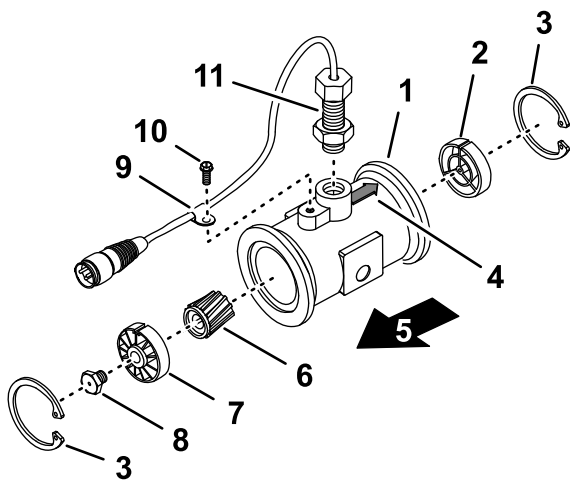

Figure 102
3. Retirez le circlip en amont (Figure 102).